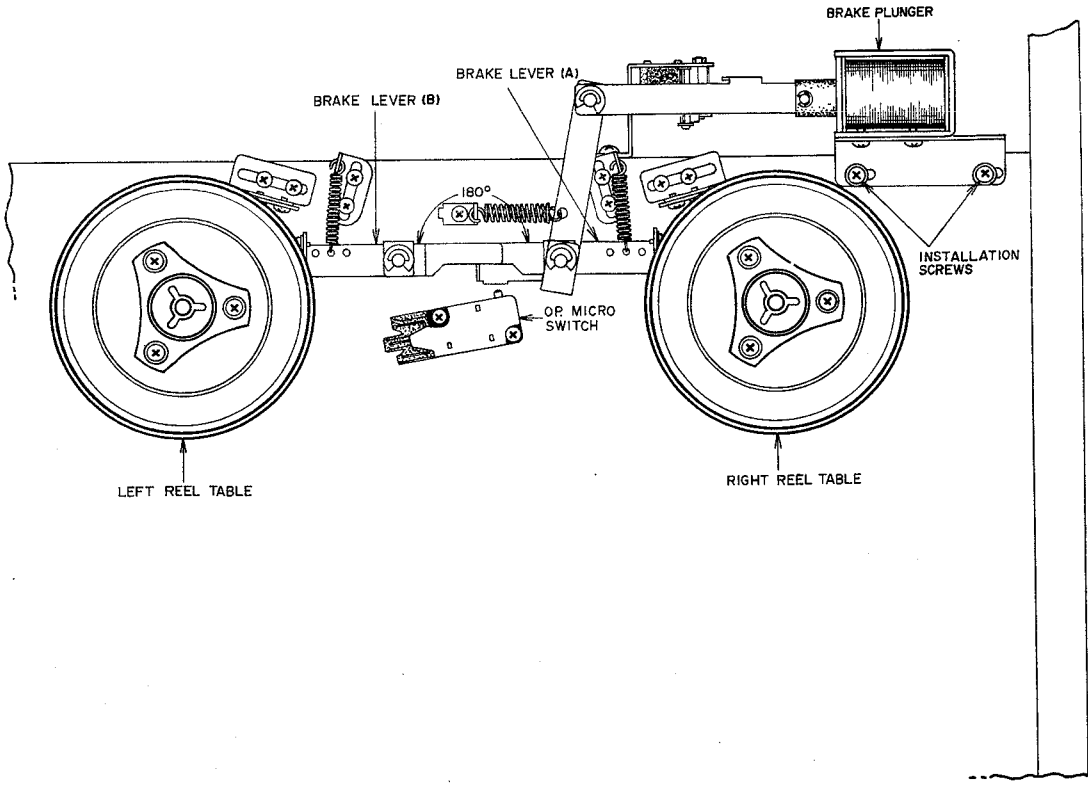

Fig. 15
6. BRAKE PLUNGER INSTALLATION POSITION ADJUSTMENT (Refer to Fig. 15)